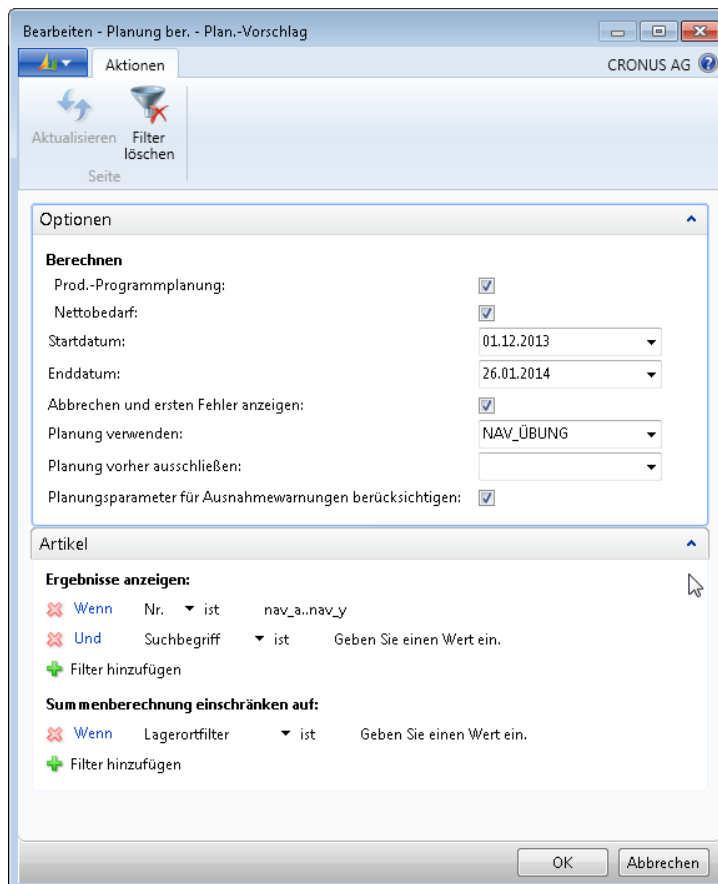

Abbildung 8.3 Dialogfeld mit den Planungsparametern der Stapelverarbeitung *Neuplanung berechnen*
- Bestätigen Sie die Berechnung mit **OK** (siehe Abbildung 8.3).